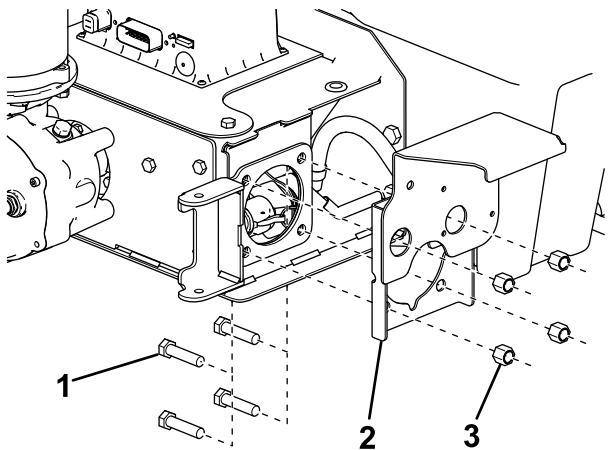

**Bild 17**
7. Entfernen Sie die vier Schrauben und Muttern, mit denen die Zapfensicherung der rechten Streuscheibe und die Lagerabdeckung an der Stahlbolzenkettenbaugruppe befestigt ist und werfen Sie diese weg (**Bild 17**).